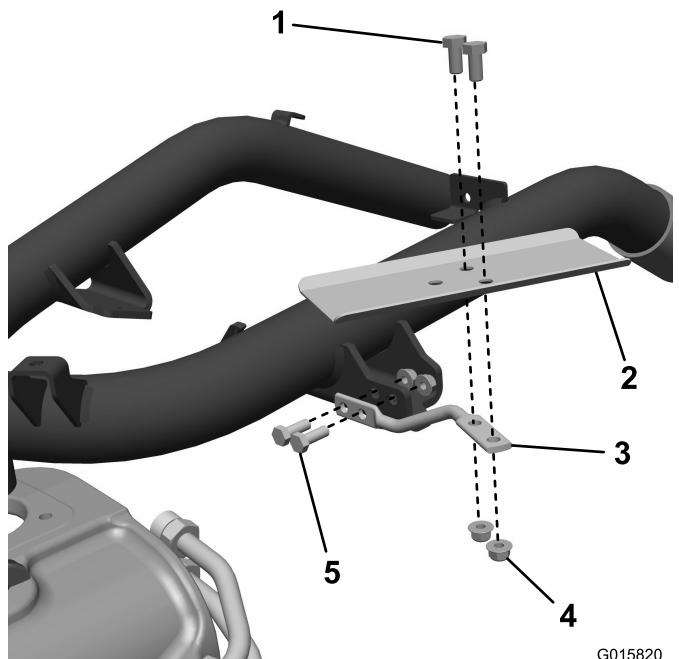

Figura 8
1. Instale el soporte de alambre en el bastidor y sujetelo con 2 pernos (5/16") y 2 tuercas (Figura 8).